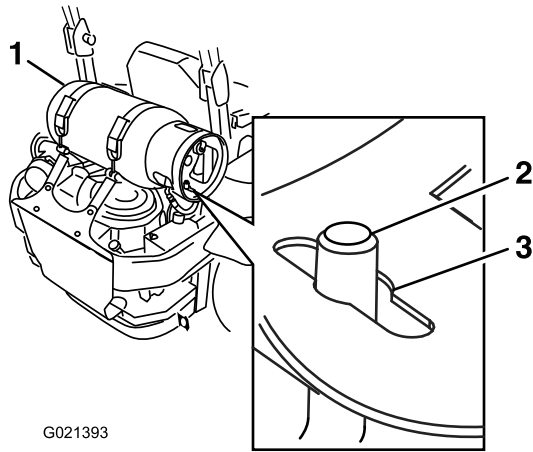

Figura 8
11. Alinee el orificio central sobre el pasador de montaje vertical del cortacésped, según se muestra en Figura 8.